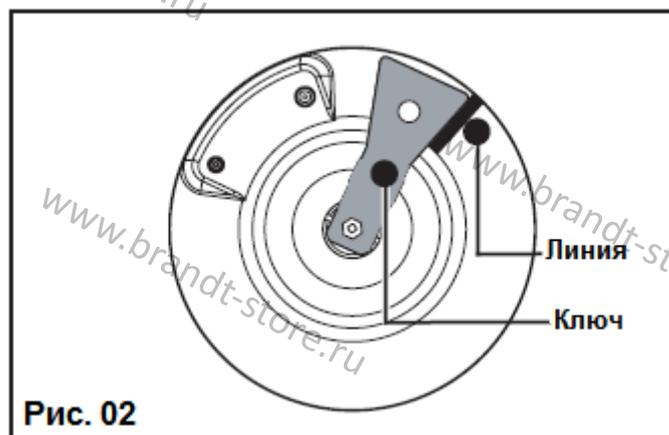

Рис. 02
- **Подключение посредством усиленного резинового шланга с механическими резьбовыми соединителями** (соответствующего стандарту NFD 36-112); срок службы такого шланга – 10 лет (Рис. 02).
- на пластине основания карандашом нарисуйте линию, как показано на Рис. 02;